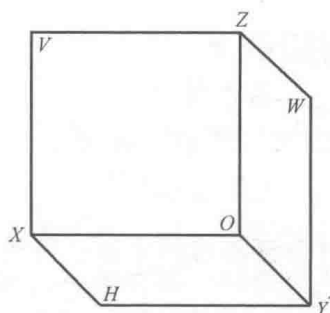
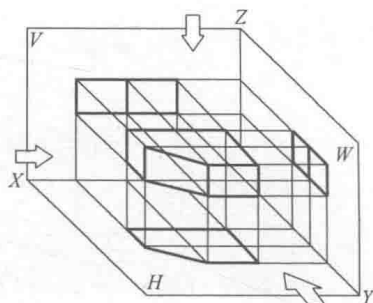

图 1-21 三投影面体系
图 1-22 三视图的形成
1) 物体放在图 1-21 所示的三投影面体系中，向  $V$ 、 $H$ 、 $W$  三个投影面做正投影即得到物体的三视图，如图 1-22 所示。物体的正面投影（ $V$ ）为主视图，水平投影（ $H$ ）为俯视图，侧面投影（ $W$ ）为左视图。为了画图方便，将三投影面展开，如图 1-23a 所示。